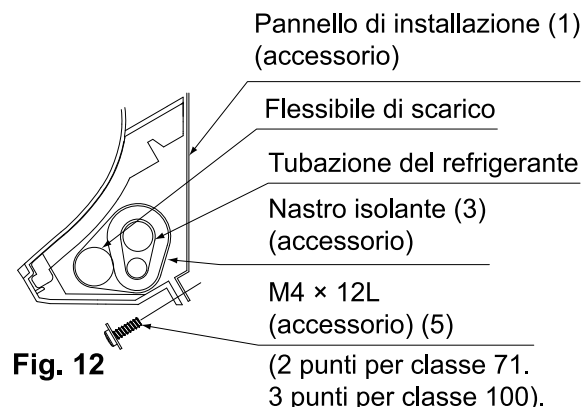

Fig. 12
- Fissare l'unità interna al pannello di installazione (1) mediante le viti di fissaggio (5). **(Fare riferimento alla Fig. 12)**